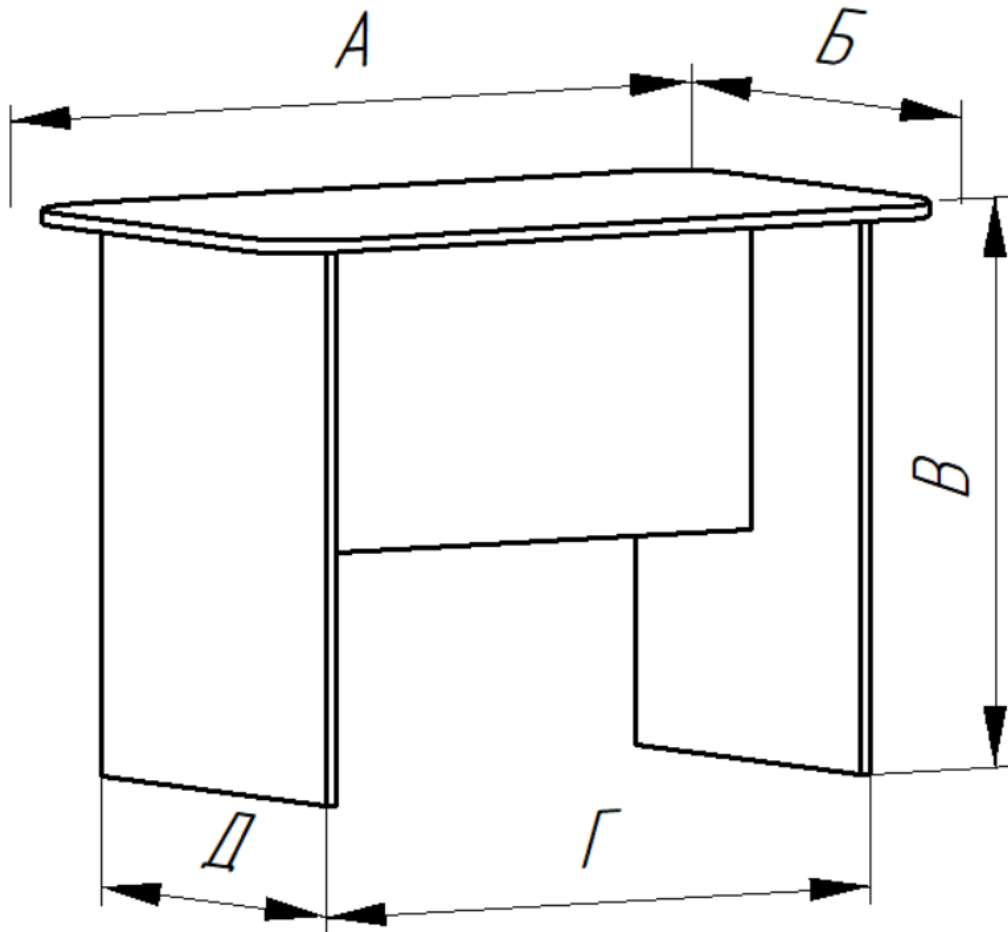

Рис. 6.1. Модель столу
**Завдання:** в програмі *Астра Конструктор Меблів* створити модель та креслення столу (рис. 6.1).
2. Використовуючи знання та вміння з попередніх робіт відповідно до варіанту (табл. 6.1), який повинен відповідати порядковому номеру в журналі групи побудувати модель столу за зразком (рис. 6.1).